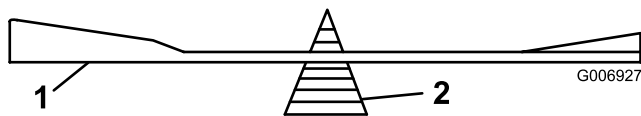

Figure 39
2. Vérifiez l'équilibre de chaque lame en la plaçant sur un équilibreur (Figure 39). Si la lame reste horizontale, elle est équilibrée et peut être utilisée. Si la lame est déséquilibrée, limer un peu le dos de la lame. Répétez la procédure jusqu'à ce que toutes les lames soient équilibrées.